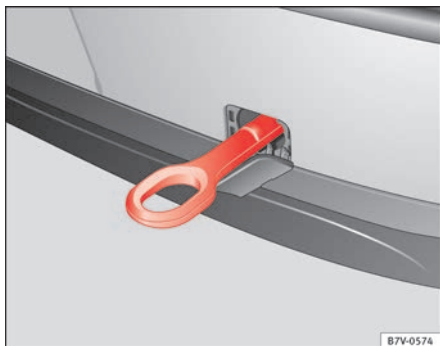

Fig. 219 En el parachoques trasero, en el lado derecho: Argolla de remolque enroscada.
El alojamiento para la argolla de remolque enroscable se encuentra en la parte derecha del paragolpes trasero ⇒ fig. 219. En vehículos con dispositivo de remolque montado de fábrica, detrás de la cubierta no se encuentra **ningún** alojamiento para enroscar la argolla de remolque. Para remolcar, montar y utilizar la rótula ⇒ página 243, ⇒ ①.